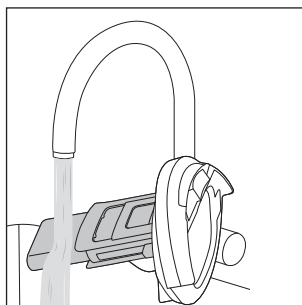

Fig. 25
- ♦ Lave o filtro de sujidade **10**, a boia **8** e a tampa do reservatório de água suja **9** com água corrente quente (ver fig. 25). Em caso de necessidade, utilize um detergente suave.